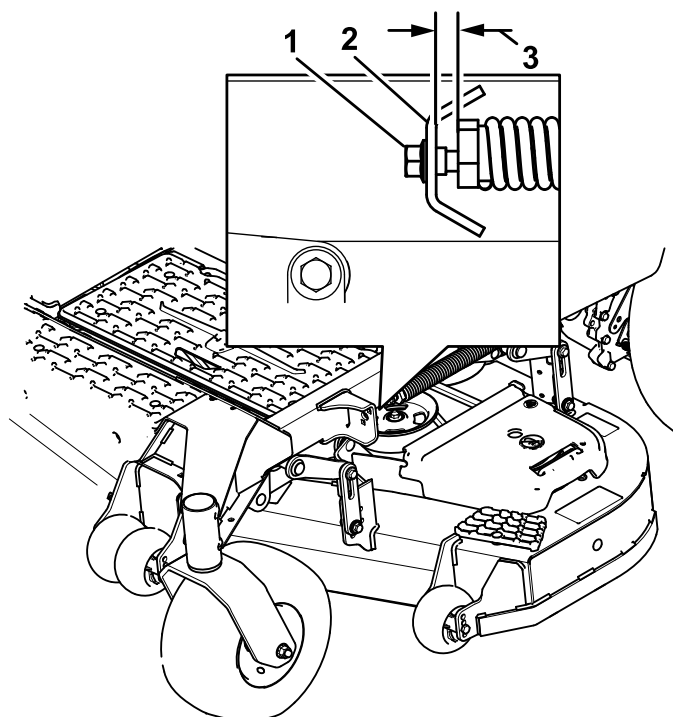

**Figure 107**
7. Vérifiez l'inclinaison avant/arrière des lames (Figure 107). Vérifiez que la pointe avant de la lame est plus basse que la pointe arrière, comme montré dans le tableau de hauteur de cales et d'inclinaison. Si un réglage est nécessaire, poursuivez cette procédure.